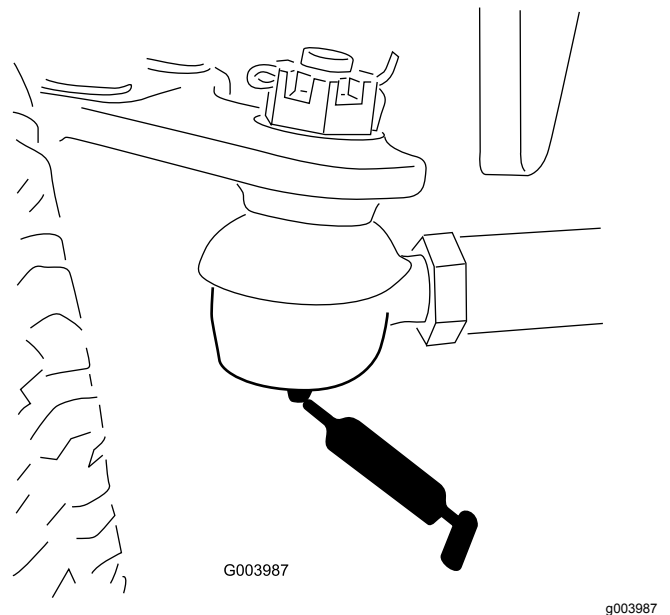

Figura 62
- Tirante del ponte posteriore (2)–Figura 62